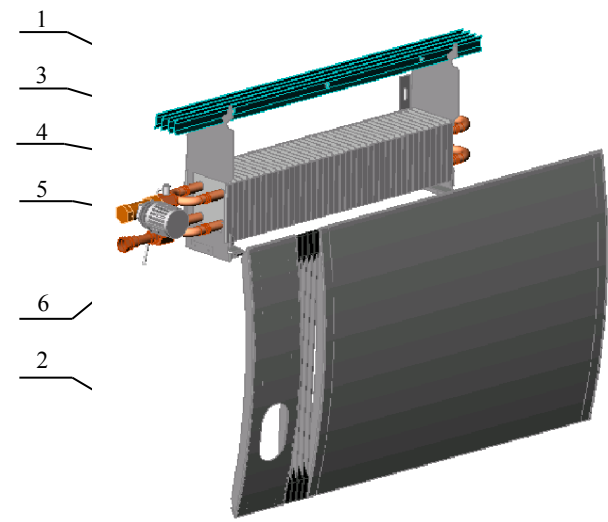

Рис.1
4.1. Конвектор состоит из следующих основных частей (Рис.1) :